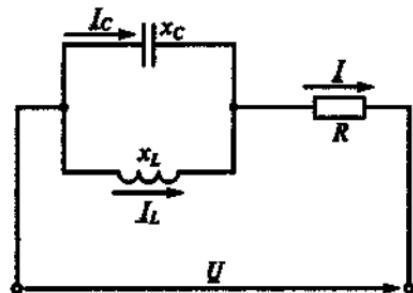

Рис. 76
3.13. Р. Каковы токи I_C , I_L и I на рис. 76, если $x_C = x_L = 20 \text{ Ом}$, $R = 10 \text{ Ом}$, $U = 200 \text{ В}$?